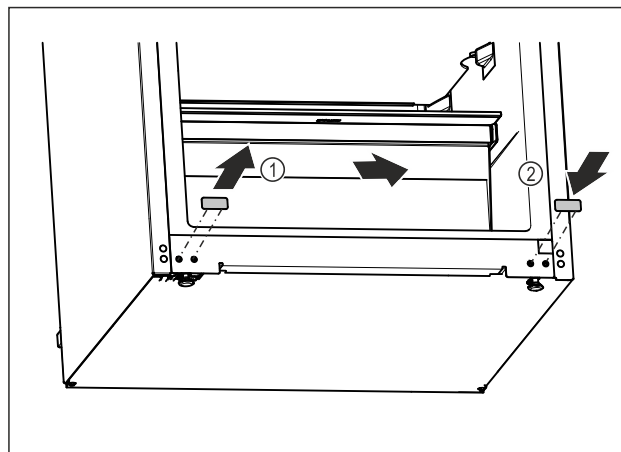

Fig. 18
- ▶ Retirer le cache de recouvrement. Fig. 18 (1)
- ▶ Placer le cache de recouvrement du côté opposé. Fig. 18 (2)